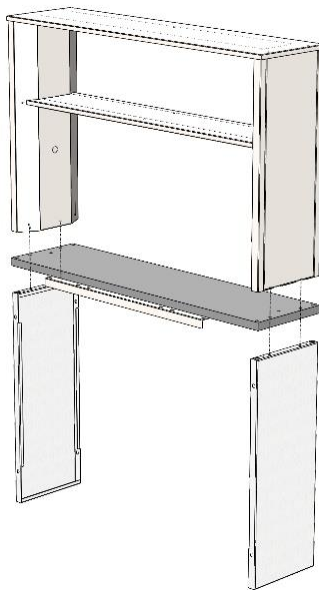

Рис. 3. Установка верхней части технологической приставки
- 6.4. Установить на каркасное основание верхнюю часть технологической приставки, предварительно выкрутив 4 винта М6x50 из нижней части рабочей поверхности (ближе к углам) и вкрутив их обратно сквозь боковины тех. приставки (Рис. 3).